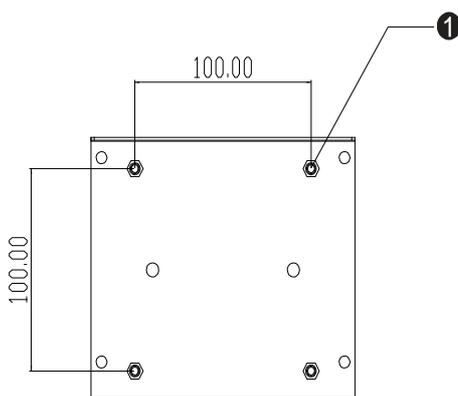

Figure 2-2: Modèle montage arrière (pas à l'échelle)
- 3 Installez l'écran au mur selon le modèle illustré à la *Figure 2-2*. Dirigez les câbles dans l'ouverture d'accès des câbles (*Figure 2-2*, élément 1.).